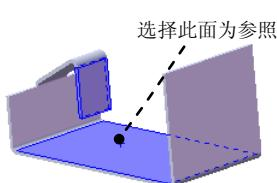

图 10.2.15 与面垂直
- 与面垂直(V) 单选项：创建后的边线-法兰与选择的面垂直，如图 10.2.15 所示。